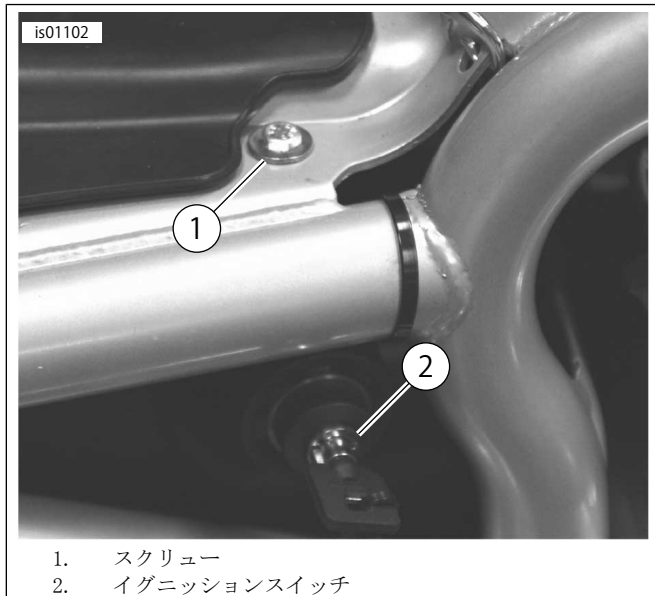

図5。アース接続(2006年以前V-Rodモデル)
1. 「図5」を参照してください。イグニッションスイッチ(2)をフレーム右側に固定しているスクリュー(1、シートの下)を取り外します。